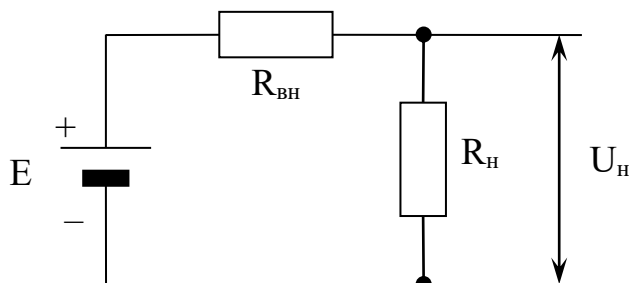

Рис.1
3. Произведите расчет напряжения  $U_H$  на нагрузке  $R_H$  (рис.1), по исходным данным руководителя.
4. Произведите расчет тока в цепи, представленной на рис.1, по исходным данным руководителя.